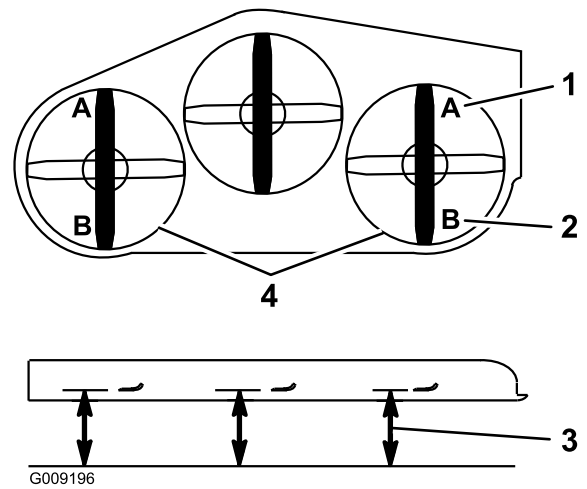

Figure 90
9. De chaque côté du tablier de coupe, mesurez la distance entre la surface plane et la pointe avant de la lame (position A), comme montré à la Figure 90.
16. De chaque côté du tablier de coupe, mesurez la distance entre la surface plane et la pointe arrière de la lame (position B), comme montré à la Figure 90.